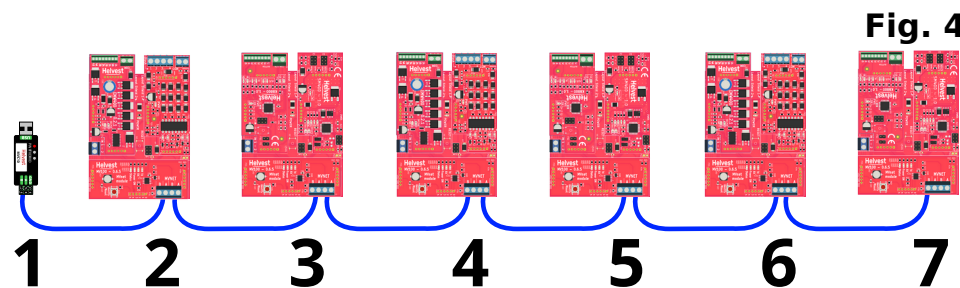

Fig. 4
- le réseau ne doit comporter ni déviations ni boucles : toutes les cartes doivent être positionnées les unes à la suite des autres, comme dans la figure 4. De préférence, le convertisseur MVC10 doit se trouver à l'une des extrémités du réseau.